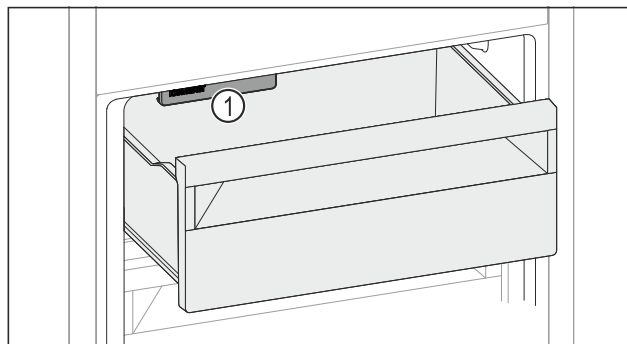

Fig. 169
- Vær opmærksom på IceMaker Fig. 169 (1).